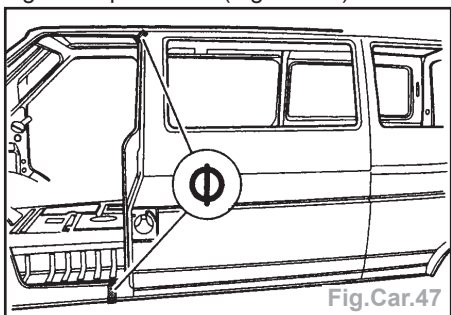

Fig.Car.47
- Effectuer la soudure en bord à bord des lignes de coupe par point sur point sous gaz de protection (Fig.Car.47).